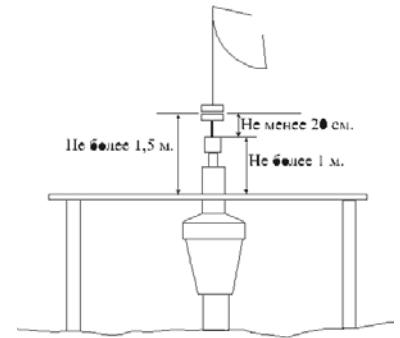

Рис. 2. Оборудование устья скважины
9. Устье скважины должно быть оборудовано площадкой обслуживания устьевого сальника таким образом, чтобы верхний конец сальника возвышался над площадкой не более чем на 1 метр, а траверсы канатной подвески в крайнем нижнем положении головки балансира - не более чем на 1,5 метра. При этом расстояние между нижней траверсой подвески и крышкой головки устьевого штока должно быть не менее 20 см. (рис. 2).